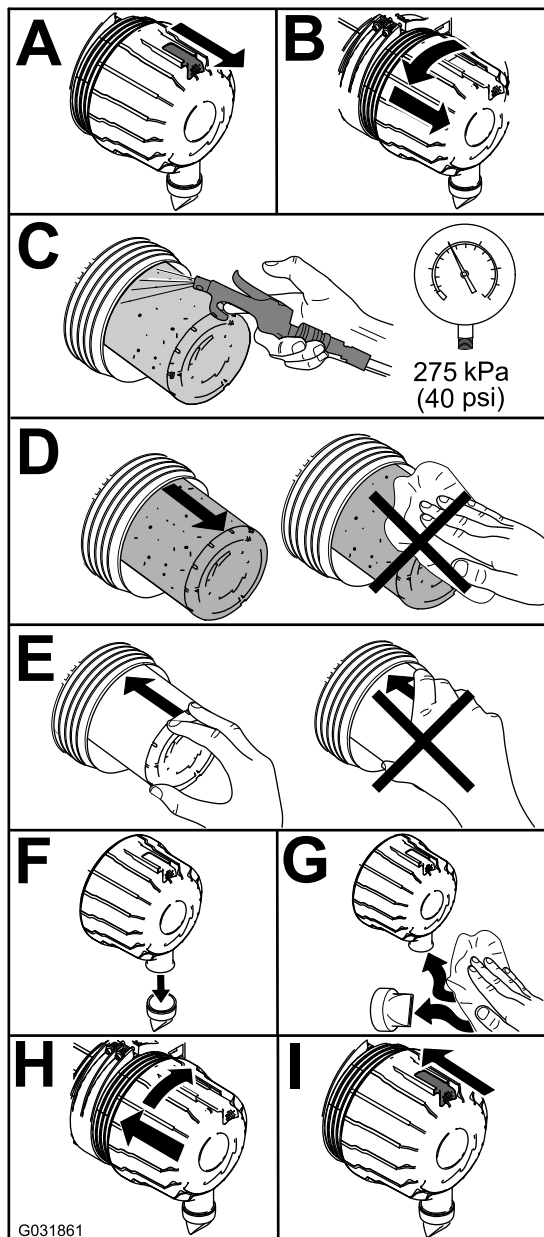

Bild 89
1. Tauschen Sie den Luftfilter aus (Bild 89).